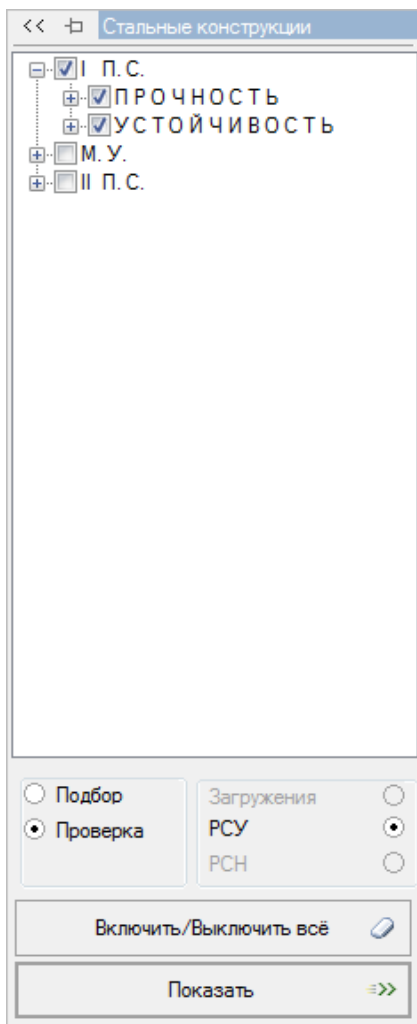

Рис. 172. Панель активного режима
- С помощью пункта меню **Результаты** → **Стальные конструкции** (кнопка  на панели инструментов) перейдите в режим анализа результатов подбора сечений (рис. 172).